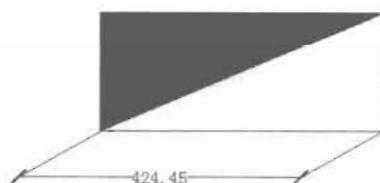

图 10-114
(2) 把尺寸界线倾斜 30°。在“标注”工具栏中单击“编辑标注”按钮,然后根据命令提示进行操作,结果如图 10-114 所示,命令执行过程如下。